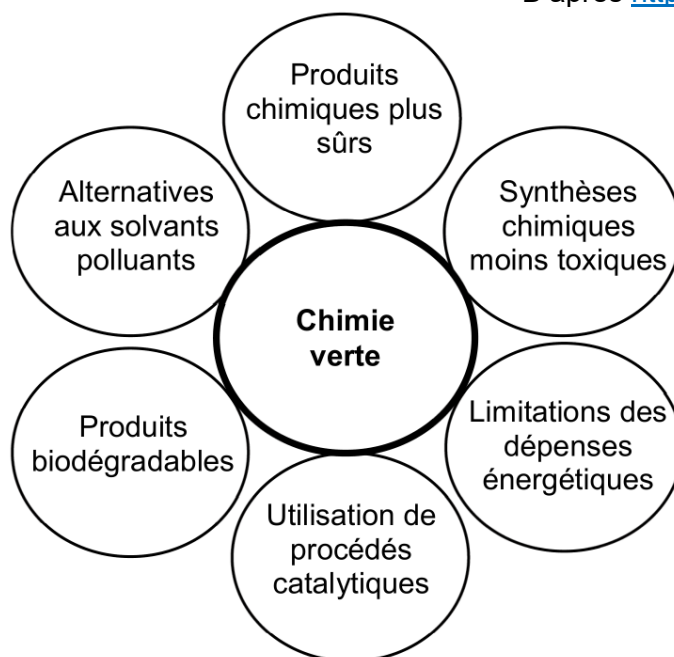

Figure 1. Schéma illustrant quelques principes directeurs de la chimie verte
**Q10.** À l'aide de la figure 1, identifier, en le justifiant, quel protocole répond le mieux aux principes directeurs de la chimie verte.